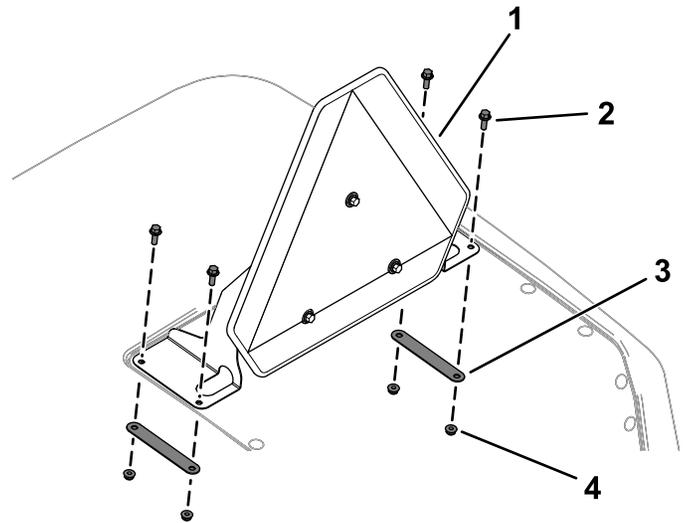

Figura 24
11. Sujete el conjunto de la señal de vehículo lento al capó con 4 pernos con arandela prensada ($\frac{1}{4}$ " x $\frac{3}{4}$ "), 2 soportes traseros y 4 contratuercas ($\frac{1}{4}$ "), como se muestra en la Figura 24.